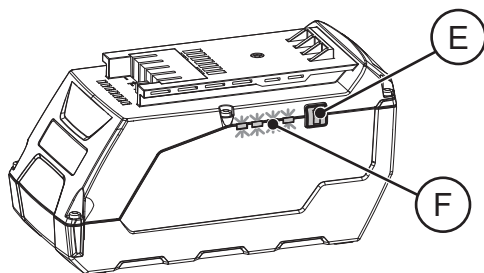

FIG. 17
La batteria è provvista di display con indicatori di stato a led (F), premere il pulsante (E) per attivare il display (FIG. 17).